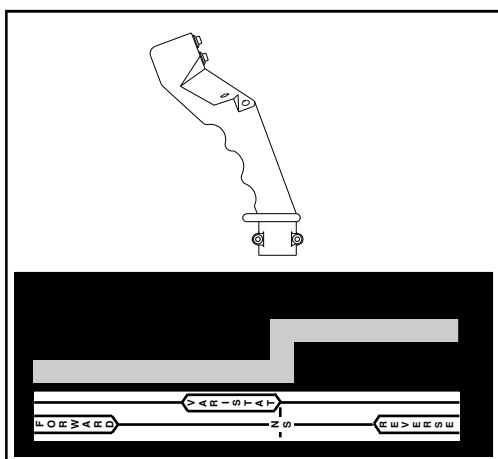

FIG 5.4
2. Para moverse hacia adelante, empuje la palanca de control hidrostático lentamente hacia adelante (fig. 5.4). Cuanto más lejos se mueva la palanca de control más rápido se moverá la desespigadora. Para detenerse, lentamente jale la palanca hacia la posición neutra "N".